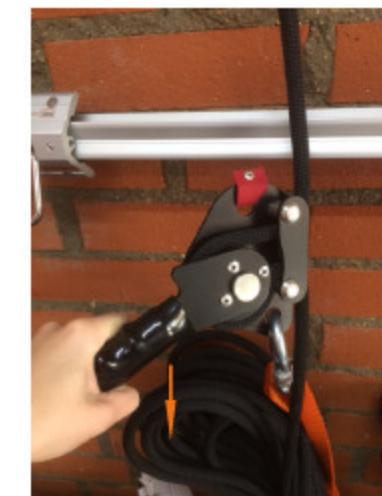

рис. 24
■ проверьте работу механизма спуска (рис. 24, 25). Сильное давление рукояти вниз, ее освобождение вызовут остановку спускового устройства. При нахождении рукояти устройства в среднем положении оно свободно спускается вниз по тросу.